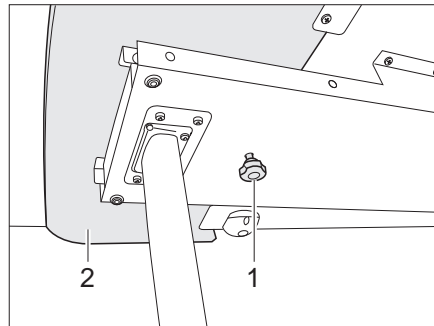
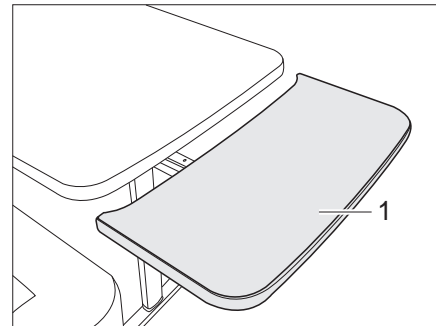

Fig. 90 Bloqueo de la prolongación del tablero de mesa
Fig. 91 Prolongación del tablero de mesa
- Aflojar el tornillo moleteado (Fig. 90,1).
- Extraer la prolongación del tablero de mesa (Fig. 90,2) hasta el tope (Fig. 91).
- Girar la prolongación del tablero de mesa (Fig. 91,1) hacia arriba formando un arco. La prolongación del tablero de mesa tiene contacto a ras con el tablero de la mesa.
- Retirar la prolongación del tablero de mesa (Fig. 91,1) del tablero de la mesa hasta el tope y presionarla hacia abajo venciendo la resistencia de los resortes de retención. La prolongación del tablero de mesa se desplazará hacia abajo formando un arco (Fig. 91).
- Apretar el tornillo moleteado (Fig. 90,1).